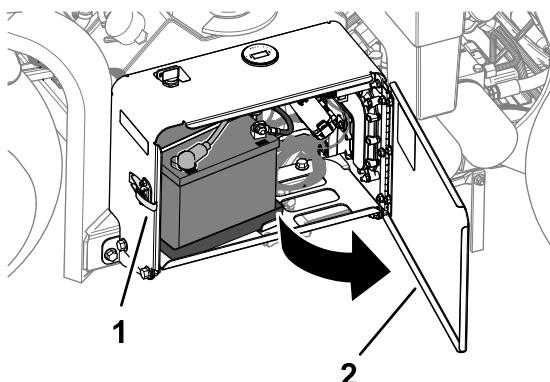

Figure 171
1. Déverrouillez et ouvrez la porte du compartiment de la batterie (Figure 171).